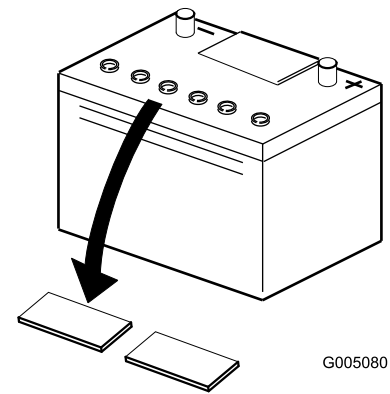

Bild 5
- Reinigen Sie die Oberseite des Akkus und nehmen Sie die Entlüftungsdeckel ab (Bild 5).